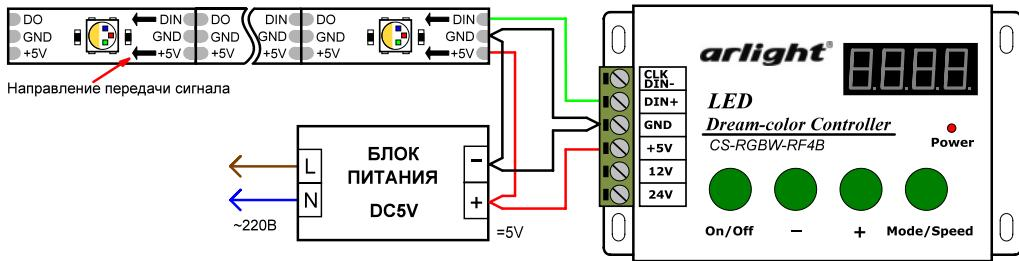

Рис.1. Подключение контроллера при длине кабеля между контроллером и лентой до 10 м.
- 3.3. Подключите контроллер согласно схеме на Рис.1. Учитывайте направление передачи сигнала, обозначенное на ленте стрелкой.